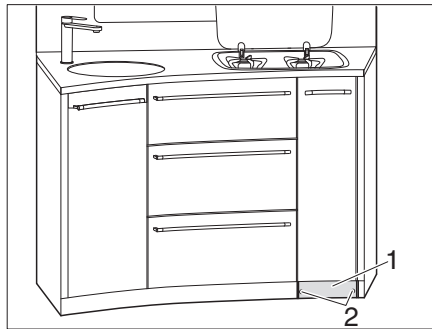

Fig. 120 Dévisser le socle
- Dévisser les 2 vis (Fig. 120,2) sur le socle (Fig. 120,1).
- Retirer le socle (Fig. 120,1).